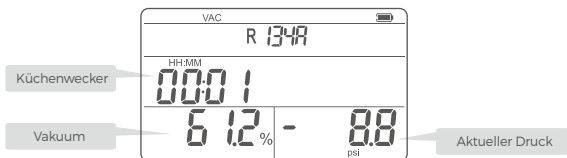

Abbildung 4 Vakuumtestschnittstelle
5. Die Schnittstelle (Abbildung 4) zeigt den aktuellen Druckwert des Systems, den Grad des Systemvakuums und das Zeittiming, das in diese Schnittstelle eintritt.